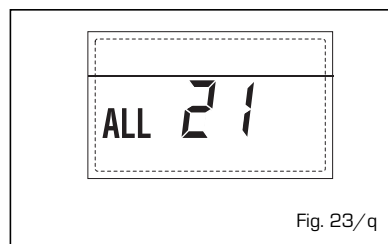

Fig. 23/q
- **INTERVENTO TERMOSTATO SICUREZZA SECONDA ZONA MISCELATA "ALL 22"** (fig. 23/r)